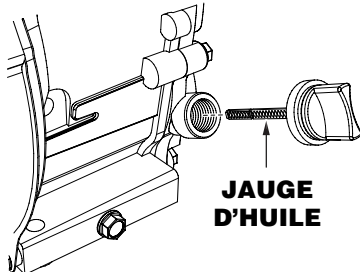

Figure 5. Jauge d'huile moteur
2. Retirer la jauge d'huile moteur de l'orifice de remplissage d'huile (Figure 5) et l'essuyer.